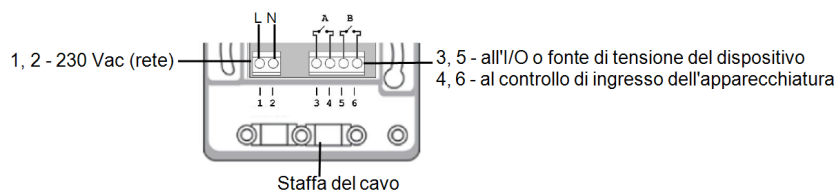

**Figura 3: Interruttore con contatto a potenziale zero**
- Contatto pulito 250 V / 13 A massimo (connessioni 3, 5) - a una fonte di tensione dedicata dall'apparecchiatura (vedere la *Figura 3*), o un alimentatore esterno secondo le specifiche di alimentazione dell'apparecchiatura (vedere la *Figura 4*).